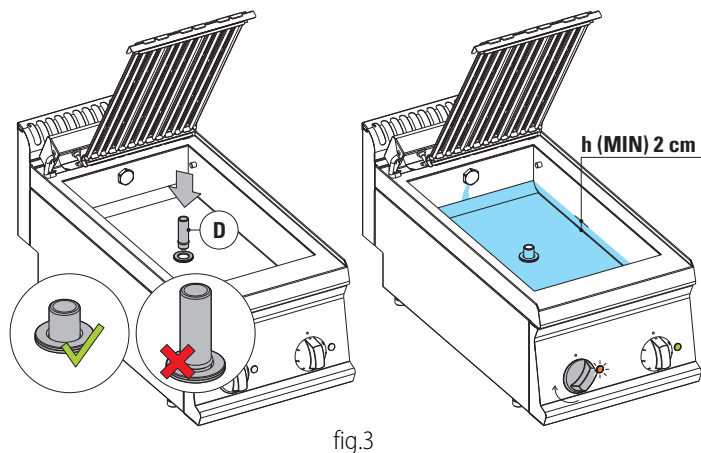

fig.3
- Inserire il troppopieno | **D** | fig.3 fino in fondo.